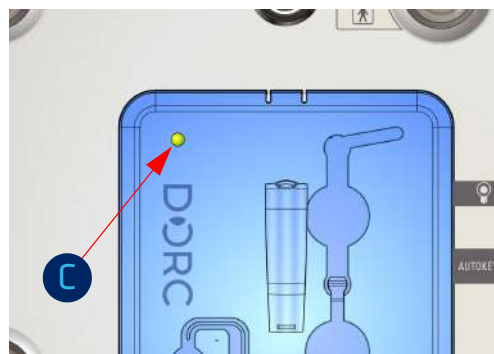

Fig. 52: LED do cartucho
- ➡ 1. Coloque um cartucho. O cartucho se encaixa no EVA. O LED [C] se **ACENDE** (fig. 52).